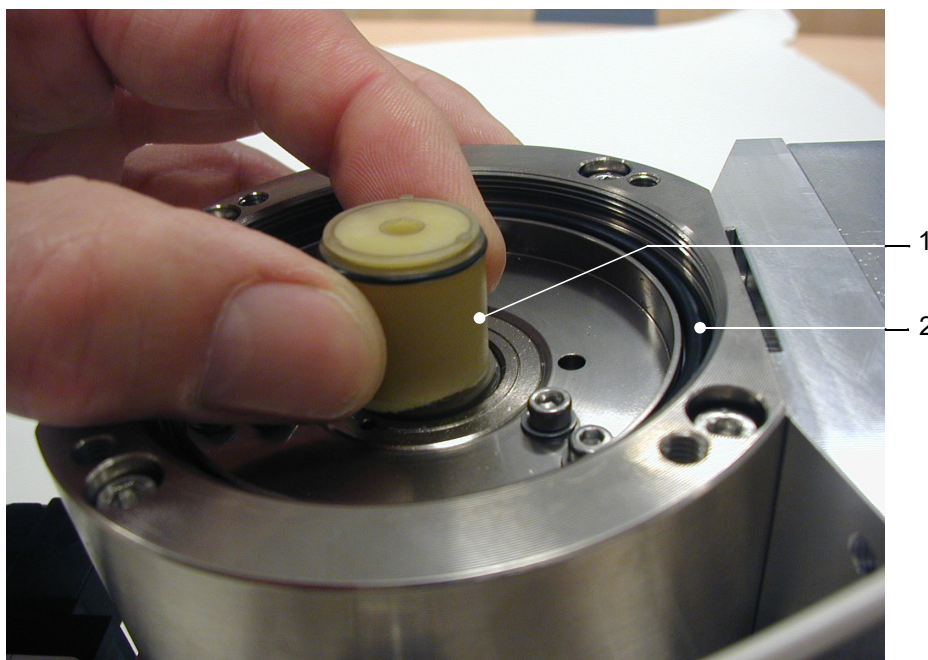

Fig. 7-4 Remplacement du réservoir de lubrifiant
Voir à ce propos la Fig. 7-4.
- 8 Remplacez le joint torique (Fig. 7-4/2). Veillez au bon positionnement du nouveau joint torique. Un joint torique mal installé peut entraîner d'importantes fuites et un dysfonctionnement de l'appareil.